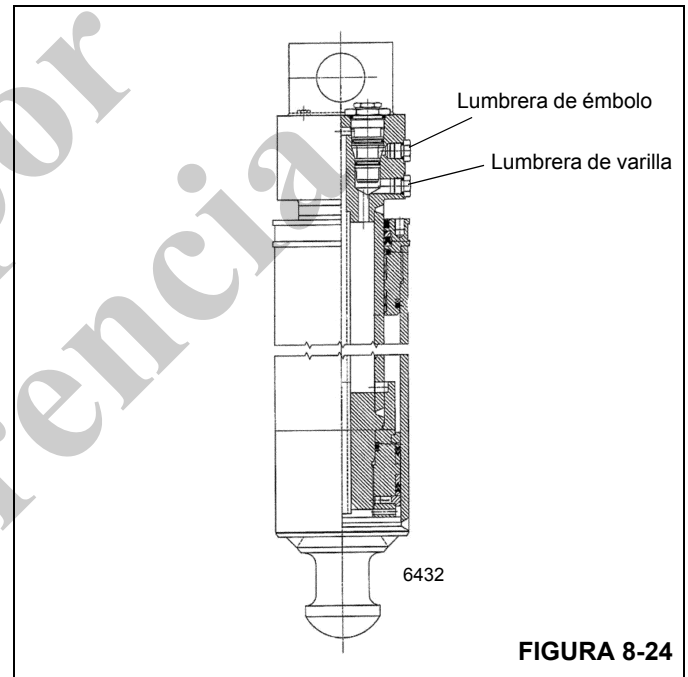

FIGURA 8-24
2. Quite la manguera del cilindro del lado de la varilla del cilindro de gato que se sospecha que tiene fugas (Figura 8-24). El aceite fluirá hasta que se vacíe la cavidad del bloque de lumbreras del cilindro. Una vez que se vacíe la cavidad del bloque de lumbreras, el aceite deberá dejar de fluir por la lumbrera del lado de la varilla.
2. Quite la manguera del cilindro del lado del émbolo en el cilindro de gato que se sospecha que tiene fugas (Figura 8-24). El aceite fluirá hasta que se vacíe la cavidad del bloque de lumbreras del cilindro. Una vez que